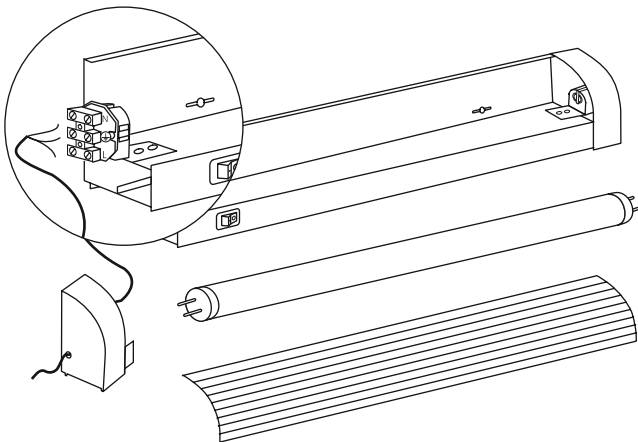

Рисунок 2
- введите провода питания через вводное отверстие, находящееся на одной из боковин корпуса светильника (рисунок 2);